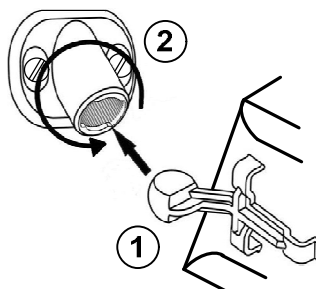

Рис.9 Схема соединения кронштейна и держателя
- Разметьте на стене отверстия для монтажа с учетом положения отверстий в основании кронштейна (2) (см. рис. 9);
- Закрепите на основании извещателя ответную часть кронштейна (1) с помощью защелок;
- Соедините ответную часть и основание кронштейна (рис. 9), поверните основание извещателя в нужное положение;